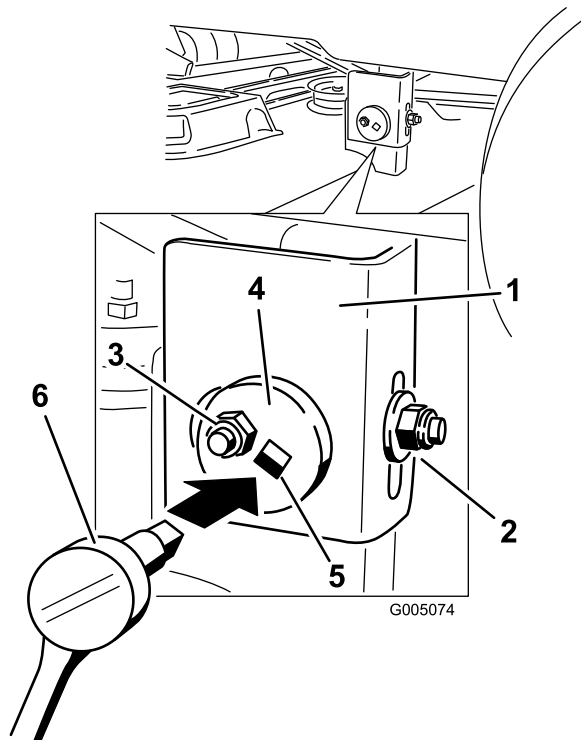

Figura 52
- Spostatevi sul lato sinistro della macchina. Allentate, ma non togliete, il dado di bloccaggio posteriore sul supporto di sospensione (Figura 52).
- Allentate il dado di bloccaggio laterale sul supporto di sospensione appena a sufficienza per poter regolare la piastra eccentrica (Figura 52). Utilizzate una prolunga di 3/8 poll. su una chiave a tubo per manovrare la piastra eccentrica. Utilizzate la chiave per riposizionare l'altezza del piatto di taglio e regolare l'altezza desiderata.
8. Fermate il piatto di taglio nella posizione regolata e serrate il dado di bloccaggio laterale sul supporto di sospensione per fissare la nuova posizione (Figura 52). Serrate il dado di bloccaggio posteriore sul supporto di sospensione.